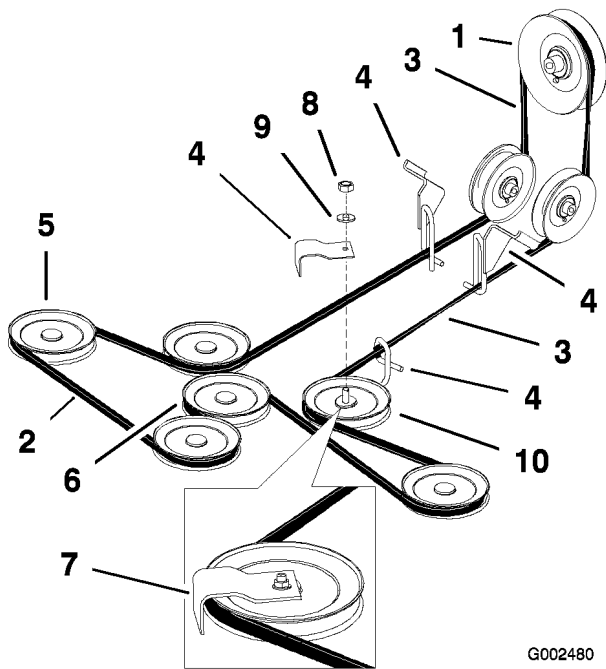

Figura 51
tensión de la correa sobre la polea tensora (Figura 51).
6. Retire la correa del cortacésped de las guías de la correa y retire la correa (Figura 51).
7. Instale la nueva correa del cortacésped alrededor de las poleas de los ejes del cortacésped, la polea tensora, por las guías de la correa, el conjunto del brazo tensor trasero y el embrague (Figura 51).
Nota: Compruebe que la correa no está demasiado retorcida entre una polea y otra. Asegúrese de que no sobrepase lo especificado en Figura 51.
Importante: Compruebe que la correa no está demasiado retorcida entre una polea y otra. Asegúrese de que no sobrepase lo especificado en Figura 51.